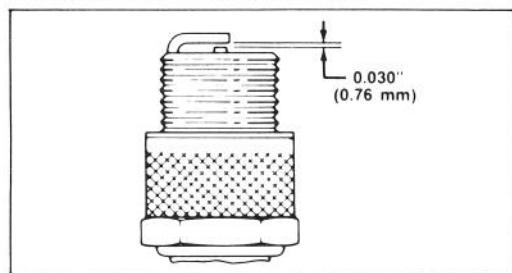

Figure 28
### REEMPLACEMENT DE LA BOUGIE D'ALLUMAGE (fig. 28)
3. Régler l'écartement entre les électrodes de la nouvelle bougie d'allumage à 0,76 mm (fig. 28). Puis, posez la bougie sur la culasse. Serrez la bougie à 20,4 N.m. En l'absence de clé dynamométrique, serrez la bougie complètement.